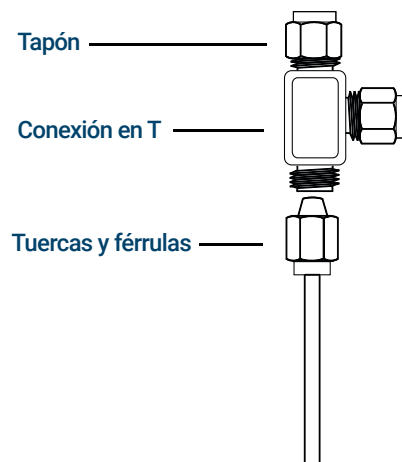

Figura 58. Unión en T Swagelok
- 1 Corte la tubería por el lugar donde desea colocar la unión en T. Conecte la tubería y la unión en T con una conexión Swagelok. Vea la **Figura 58**.